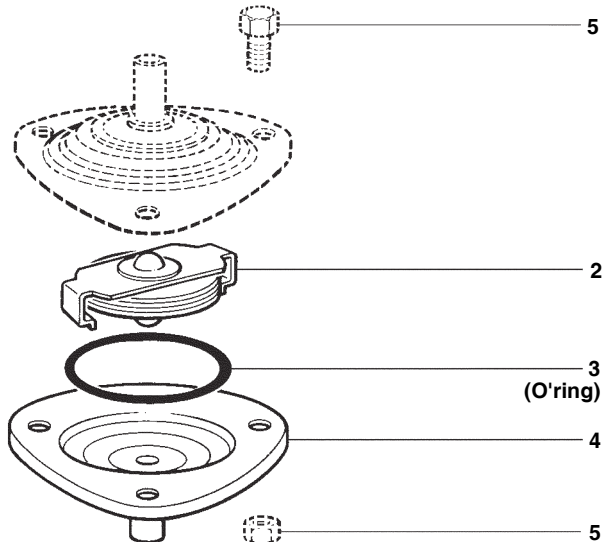

Fig. 6
- Svitare e togliere le viti (5).
- E' quindi possibile lo smontaggio del semicorpo di uscita con la connessione terminale, la sede di scarico, l'O'ring (3) e l'elemento sensibile (2) per la pulizia od eventuale sostituzione. Assicurarsi che nel rimontaggio l'elemento sensibile (2) venga posizionato correttamente come indicato in Fig. 6.
- Rimontare le viti (5) e serrarle con la coppia consigliata in tabella 1. Rimettere in servizio l'apparecchio.